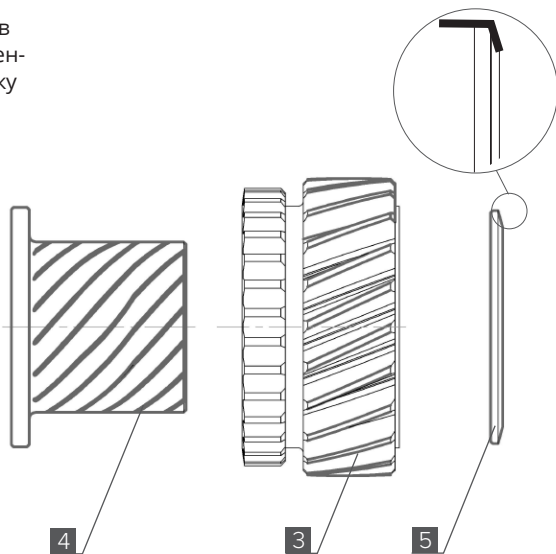

Рис. 6
2. Установите кольцо втулки [5], расположив его плоской стороной к шестерне пониженной передачи [3], а фаской – к подшипнику (Рис. 6).